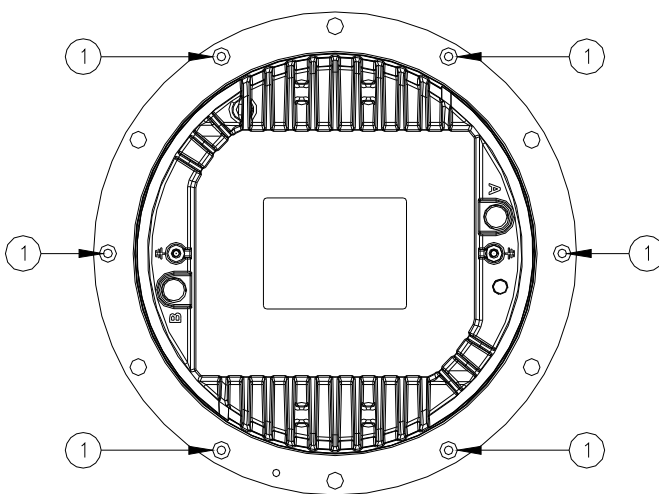

Figura 16 - Tornillos de Fijación de la Cubierta Inferior
- Abra el aparato destornillando los tres tornillos de bloqueo avellanado con cabeza TORX M5x10 (Figura 16 - n°1).
- tres tornillos de bloqueo avellanado con cabeza TORX M5x10 (Figura 16 - n°1);
Verifique la posición correcta de la junta tórica entre la tapa y la cubierta inferior (Figura 18 – n°2 y 3); monte la cubierta inferior de la tapa y fíjelo con los tres tornillos avellanado con cabeza TORX M5x10 (Figura 16 - n°1). Una gota de adhesivo anaeróbico tipo inferior (por ejemplo LOXEAL 24-18) se debería aplicar a los tornillos antes de la instalación; el par de torsión es de 2,5 Nm.